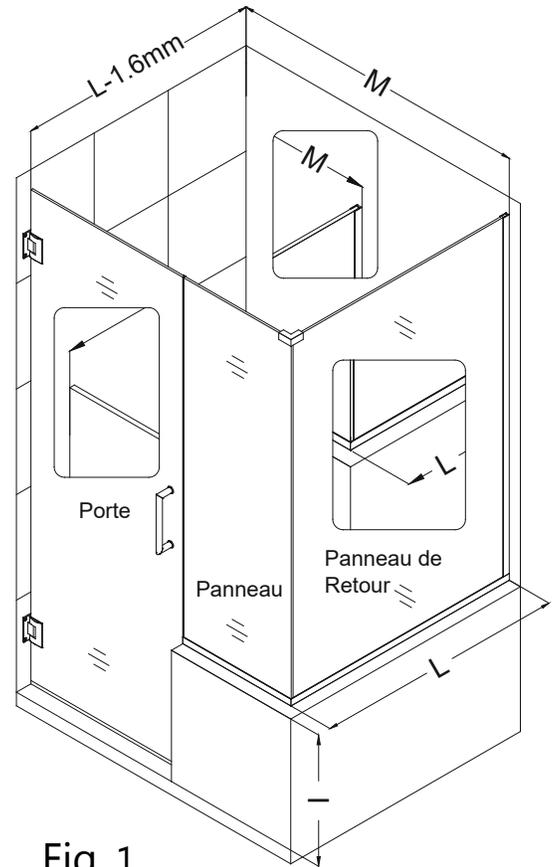

Fig. 1
**REMARQUE:** Les dimensions **M** et **L** sont mesurées à partir du mur jusqu'à l'extérieur des profilés muraux déjà installés comme illustré dans le Fig. 1.